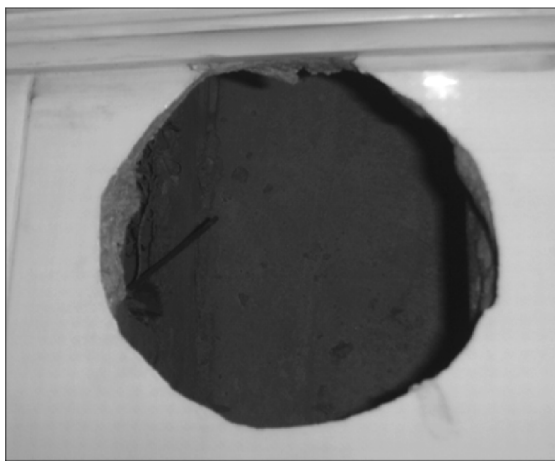

图 7-6 预留排气孔
1) 在现代房间的建筑物中,如果安装的环境是卫生间、厨房等区域,事先会预留出直径 10cm 左右的洞,如图 7-6 所示,用于安装通气设备,如果没有,则需要在墙上开洞,在选择位置时尽量以管线最短,最靠近味源为原则。